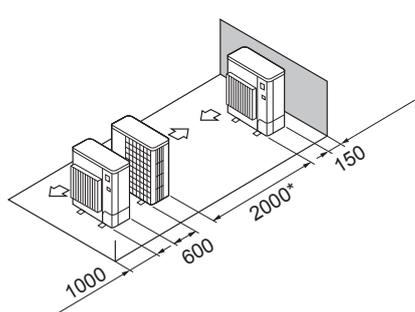

Fig. 2-12
- ⑤ Расположение приборов в один горизонтальный ряд (Fig. 2-12)